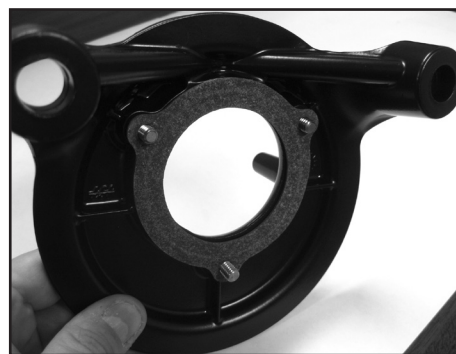

Figura 3
3. Applicare le guarnizioni alle viti come mostrato nella **figura 3**.